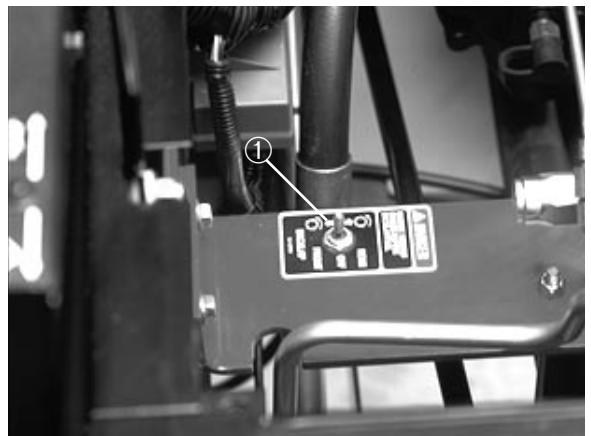

Figure 12
**Commutateur de rodage** (Fig. 12)—utilisé avec le levier de descente/tonte/relevage pour le rodage. Situé sous la plaque du siège. Se reporter à la section *Entretien des unités de coupe - rodage*.